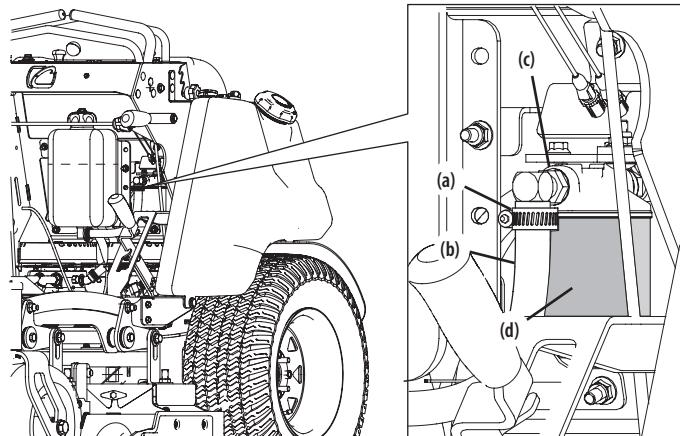

Figura 25
- Afloje la abrazadera de la manguera (a) que sujeta la manguera de aceite de la transmisión (b) a la unidad del filtro de aceite de la transmisión (c). Consulte la Figura 25.